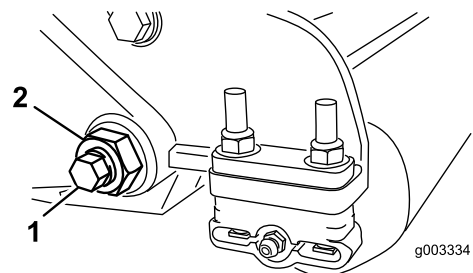
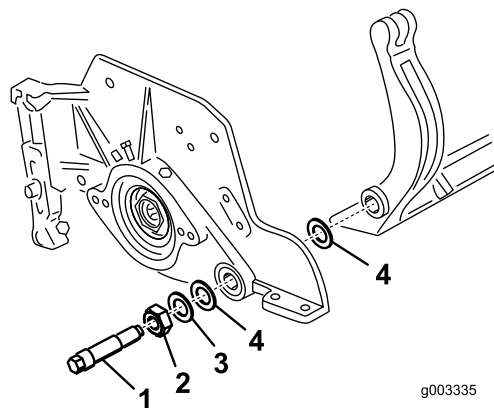

図 30
図 31
3. ベッドバーボルト 図 30 を固定しているロックナット機体両側をゆるめる。
4. 各ベッドバーボルトを抜いて、ベッドバーを下に引き抜いて外す 図 30。ベッドバーの両端にそれぞれナイロンワッシャ2枚とスチールワッシャが1枚ずつあるので注意する 図 31。
4. その外側からスチール製ワッシャを取り付ける 図 31。
ベッドバーボルトを 2736N・m 3.74.6kg・mにトルク締めする。左右の遊びが完全になくなって外側のスチール製ワッシャが回らなくなるまでただし決して締めすぎになったりサイドプレートが変形したりしていないロックナットを締め付ける。内側のワッシャには遊びがあってもかまいません 図 31。